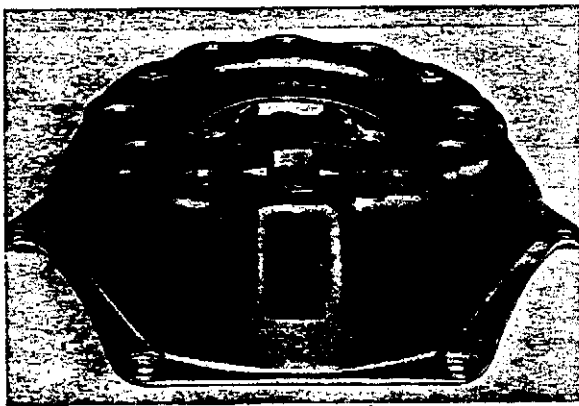

Abb. 15 Kennzeichnung von Kupplungsdeckel und Druckplatte
1. Kupplung lt. Abb. 15 kennzeichnen, wenn dies nicht früher erfolgt ist.
5. Beachten, daß die drei Federn (1, Abb. 24) für die Kupplungshebel sich auf ihren Plätzen befinden, und den Kupplungsdeckel in der früher gekennzeichneten Lage auf die sechs Druckfedern legen (Abb. 15).
6. Dreipunkt-Stütze, Hebel, Druckstangen und Drehgriff anbringen. Kupplungsdeckel ganz niederpressen, bis er in seinem ganzen Umfang an der Bodenplatte anliegt. Die Stellmuttern ganz auf die Ösen (32) setzen und bis zur